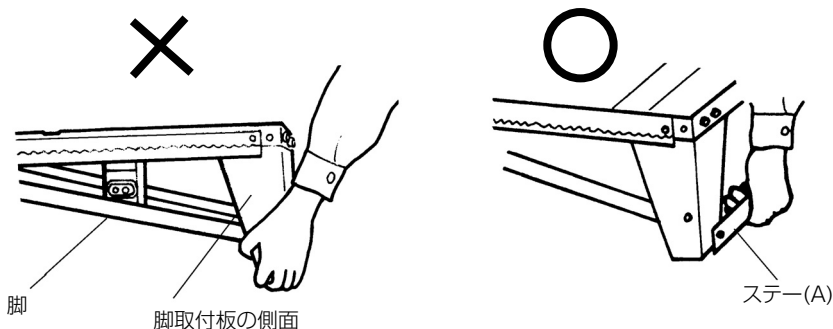

図 52
脚と脚取付板の間に指がはさまるおそれがあり、けがの原因になります。テーブル両端のステー (A) を持って運搬してください。(図 52、53 参照)